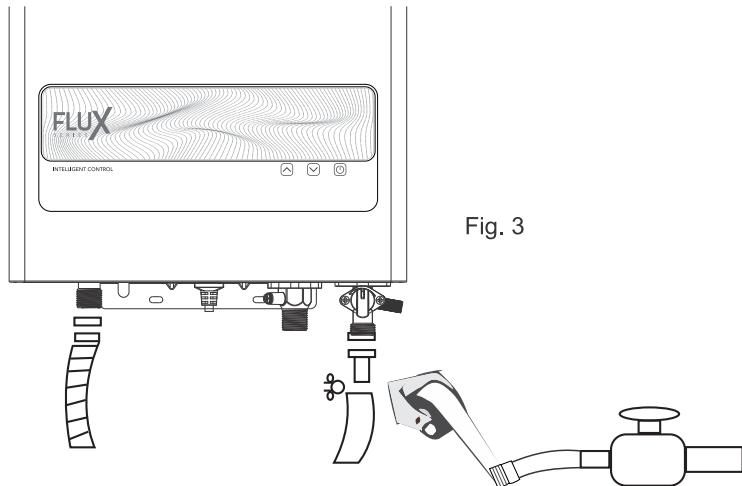

Fig. 3
- Se recomienda utilizar cinta de teflón para sellar todas las conexiones de gas y agua, de esta manera se asegura una instalación correcta y se previenen posibles fugas (Fig.3).
Al instalar en interiores, coloque conductos para la salida de gases de combustión, estos deben ser anticorrosivos y no inflamables, la separación del calentador debe ser por lo menos de 468mm y con un ligero ángulo de 2° (Fig.3), esto para evitar que la condensación de vapor se regrese hacia el calentador.